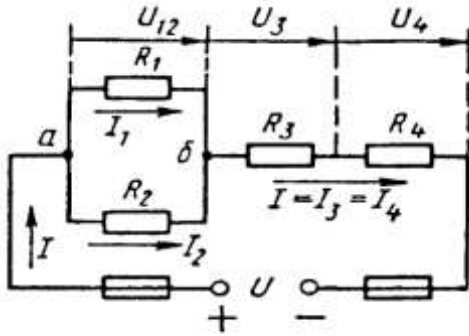

Рис. 1
Условие задачи. Цепь постоянного тока со смешанным соединением состоит из четырех резисторов. Заданы схема цепи (рис. 1), значения сопротивлений резисторов:
2) обозначим токи I_1, I_2, I_3, I_4 на (рис. 1) стрелками и определим их значения из формулы мощности:
Формулировка закона: алгебраическая сумма токов в узловой точке равна нулю. Математическая запись для узла б схемы цепи рисунок 1:
В замкнутом контуре (рис. 1) приложенное напряжение U (аналогично ЭДС при внутреннем сопротивлении источника тока, равном нулю) и падения напряжения